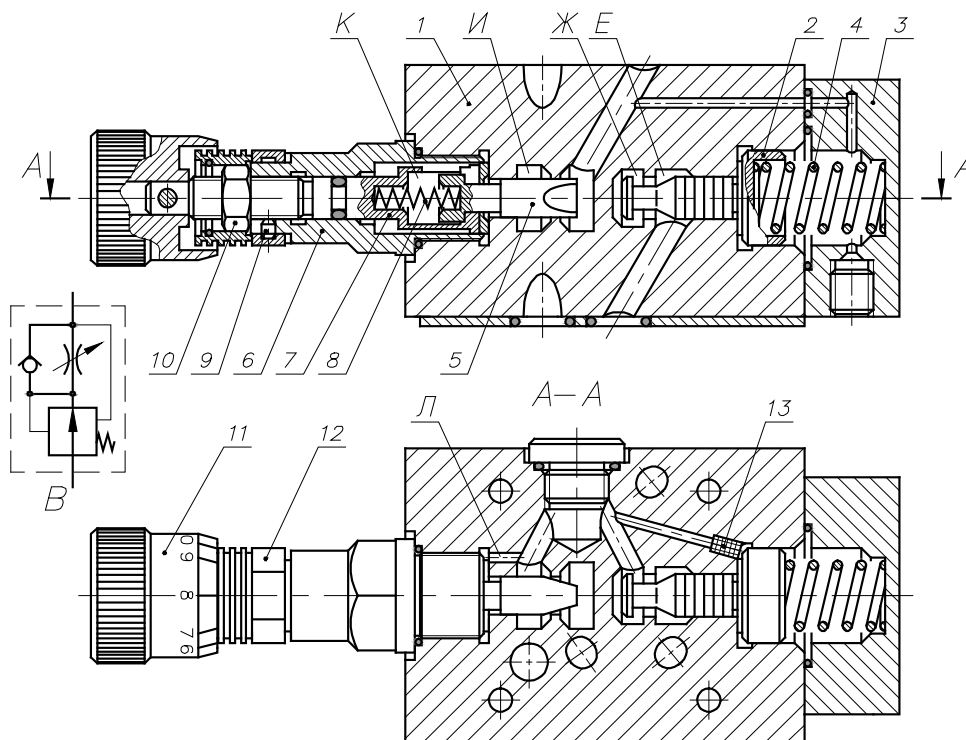

Рисунок 20.1. Устройство регулятора расхода РПМ 102.
**Регулятор расхода** (рисунок 20.1) предназначен для управления расходом, поддержания заданного значения расхода рабочей жидкости (вне зависимости от перепадов давления) в одном направлении, и для свободного пропускания потока в противоположном направлении.